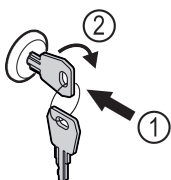

Fig. 73 Примерное изображение
- ▶ Вставьте ключ Fig. 73 (1).
- ▶ Поверните ключ на 90° по часовой стрелке Fig. 73 (2).